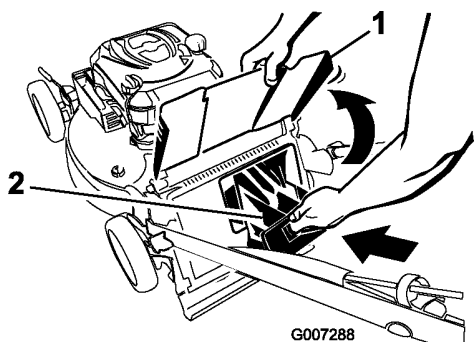
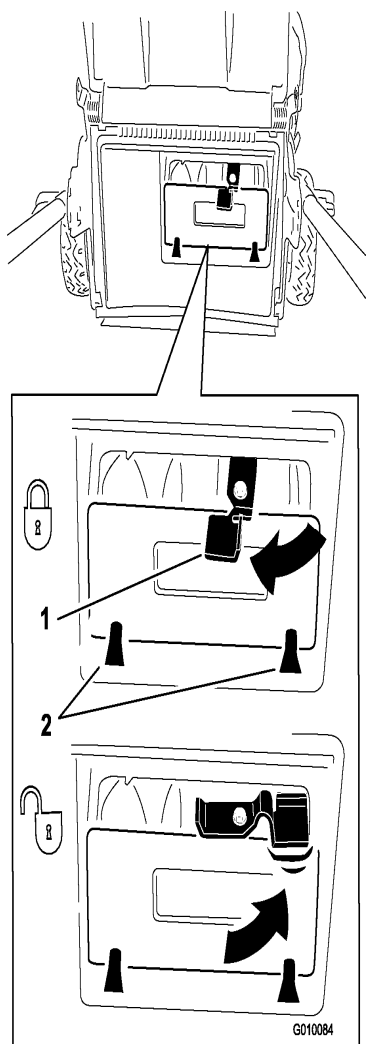

Рисунок 20
Рисунок 21
Примечание: Будьте внимательны, что бы нижний штепсель выпускного отверстия был закрыт. Захватите штепсель: Поднимите дефлектор выпускного отверстия (Рисунок 20), твердо вставьте штепсель, до упора, и вращать рычаг налево (Рисунок 21).
3. Примечание: Что бы открыть штепсель, вращайте рычаг на ручке в право (Рисунок 21)